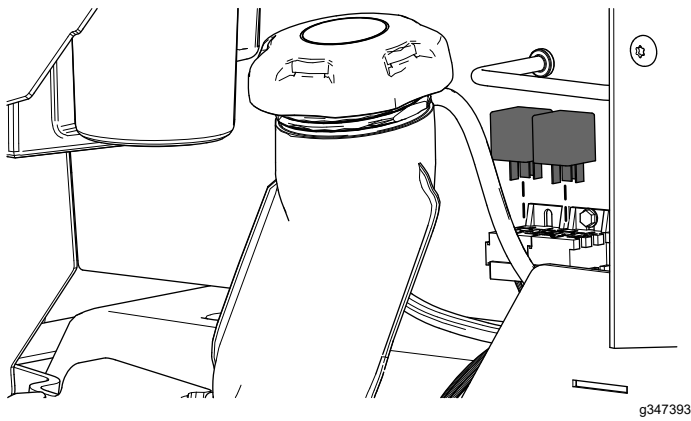

Figure 21
5. Installez les 2 relais (Figure 21).